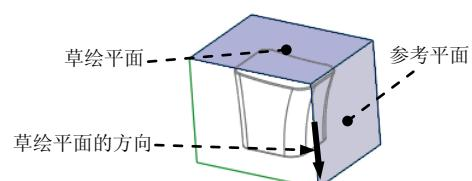

图 2.7 设置草绘平面
③ 设置草绘平面。在 **SETUP SK PLN (设置草绘平面)** 菜单中选择 **Setup New (新设置)** 命令，然后在系统 **选择或创建一个草绘平面** 的提示下，选取图 2.7 所示的坯料底面为草绘平面；选择 **Okay (确定)** 命令，接受该图中的箭头方向为草绘平面的查看方向；在“草绘视图”菜单中选择 **Right (右)** 命令，然后在系统 **为草绘选择或创建一个水平或竖直的参考** 的提示下，选取图 2.7 所示的坯料右侧面为参考平面。